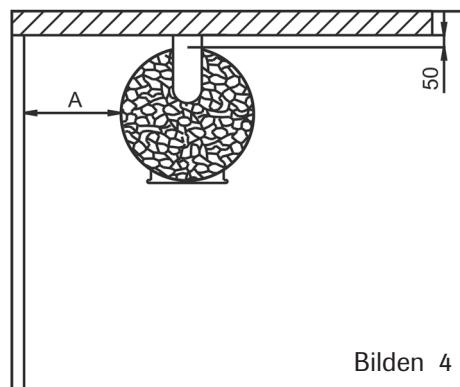

Bilden 3
3. Skyddsavståndet enligt punkt 2 kan vidare minskas till 100 mm då ett dubbelt skydd används. Det dubbla skyddet kan tillverkas av två plattor enligt punkt 2 då en minst 30 mm ventilationsspringa skall lämnas mellan vägg och plattor. (Bilden 3)